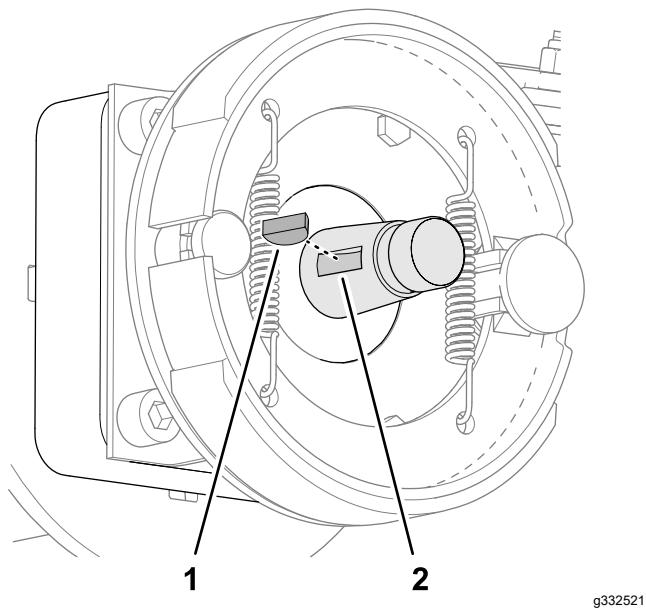

図 66
5. ホイールモータのシャフトから半月キーを外す 図 66。